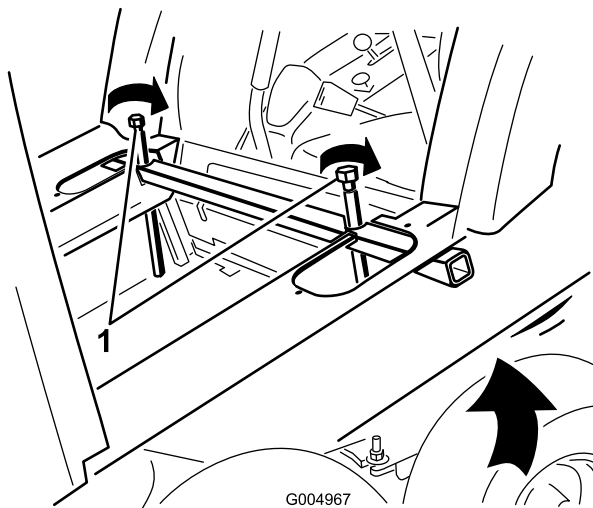

Figura 82
34. Eleve la parte trasera de la cabina lo suficiente para salvar el respaldo del asiento, apretando de forma lenta y uniforme los pernos de elevación (Figura 82) en cada lado del tubo de elevación de la cabina.